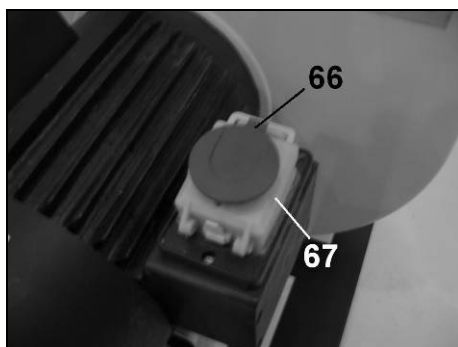

Fig 31
- Faites coulisser la fermeture (66) du boîtier et ouvrez le couvercle (67) (Fig 31).